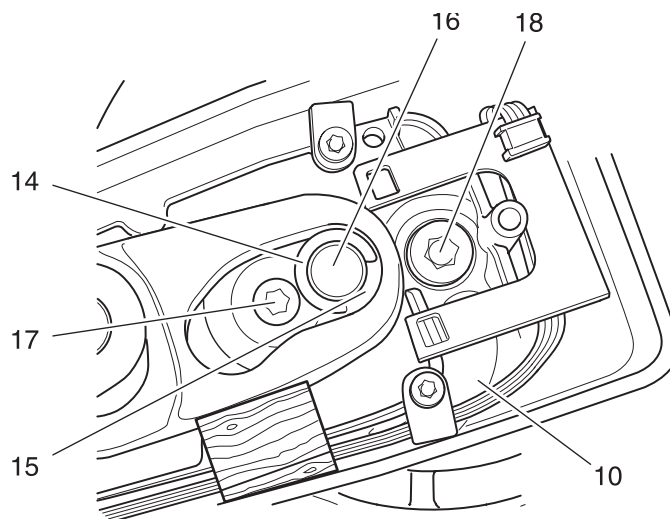

Fig. 5
- Die Bügelwalze auf den Heizschuh legen und den Kabelbaum 10 durch die Bohrung im Lagerarm einführen (Fig. 5).
- Den Lagerhebel gemäß der Fig. 5 abstützen.